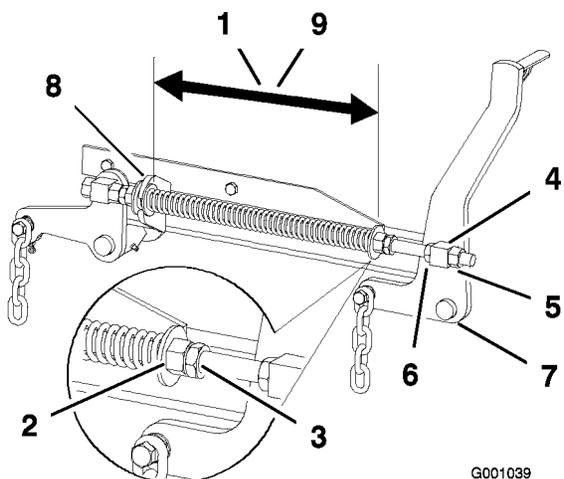

Figure 75
de 52 pouces, et de 26,7 cm pour les plateaux de coupe de 60 pouces (Figure 75).
- Réglez cette distance en desserrant l'écrou de blocage du ressort et en tournant l'écrou devant chaque ressort (Figure 75). Tournez l'écrou dans le sens horaire pour raccourcir le ressort, et dans le sens inverse pour l'allonger.
- Bloquez l'écrou en position en serrant l'écrou de blocage du ressort (Figure 75).